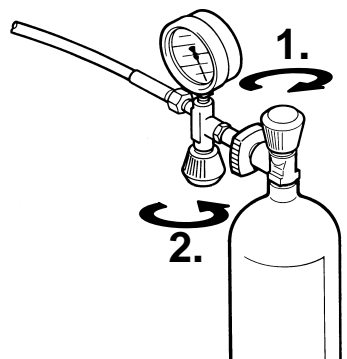

Fig. 10 Desconexión de una botella de aire
- Al alcanzar la presión final de la botella, **cierre primero la válvula de la botella** (1, Fig. 10), y, **a continuación, cierre la válvula de llenado** volviendo a girar la llave de la válvula a la posición de cierre (2).